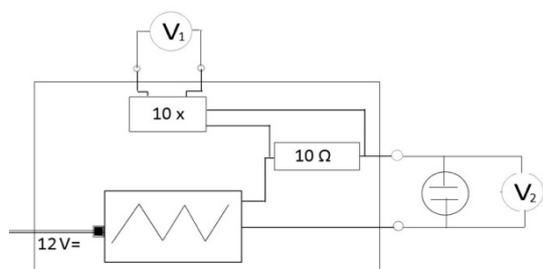

Abb. 4: Schematischer Aufbau der Spannungs-Versorger-Box. Das \oplus Symbol steht für die Elektroden
Abbildung 4 zeigt ein Schaltbild der Spannungsversorger-Box, wobei das Zickzack-Symbol für die eingehende Wechselfspannung (AC) steht. Für das Experiment werden die Anschlüsse auf der rechten Seite mit den Elektroden verbunden, um den Leitwert zu messen.
3. Baut die elektrische Schaltung auf, Ihr könnt Euch dazu an Abbildung 4 orientieren. Überprüft, ob das Multimeter die Einstellung $mV \approx$ hat, auf Wechselstrom eingestellt ist (mit dem blauen Knopf, sodass AC auf dem Display erscheint) und mit den Anschlüssen verbunden ist.